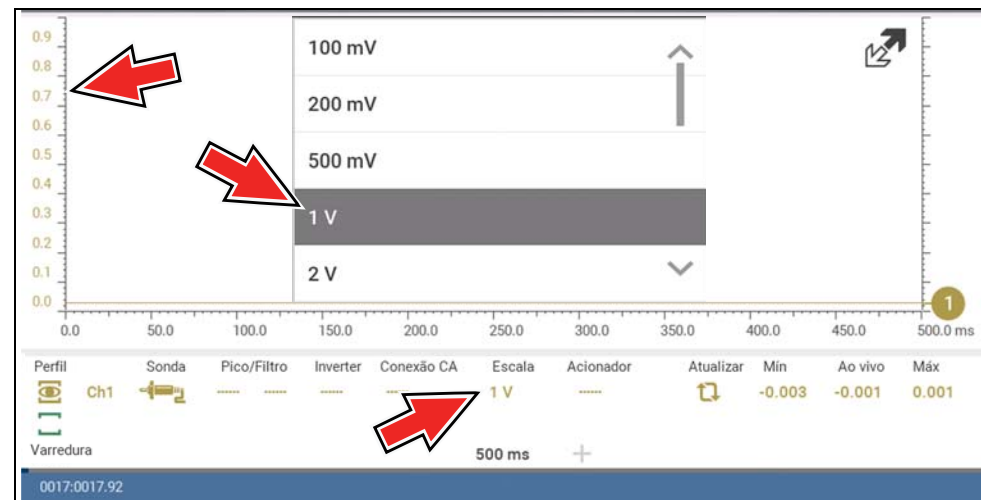

Figura 8-32
**Exemplo (Figura 8-32):** Se a escala vertical estiver definida como 1 V, o valor exibido é 1 V.